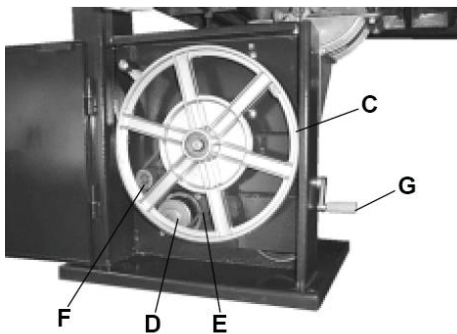

Рис. 24
### Нижній шків (С) Рис. 24.
- Один шків знаходиться на проміжній осі, а інший – на осі двигуна (D) (рис. 24).
- «V»-подібний ремінь (E) (Рис. 24) проходить через шків на проміжній осі, через шків на осі двигуна та через плоский натяжний ролик (F) (Рис. 24). Натягнення ременю здійснюється за допомогою рукоятки (G) (Рис. 24).